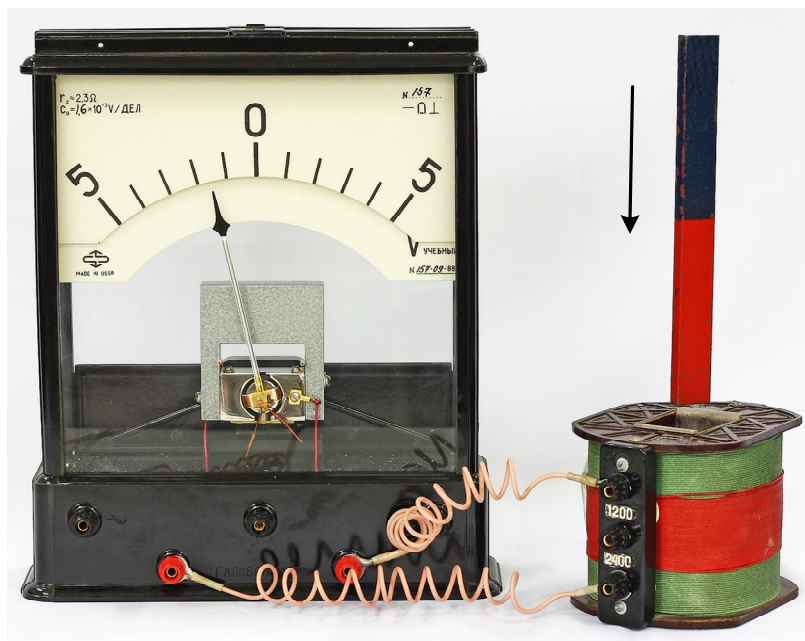

Рис. 16
2. До гальванометра від демонстраційного вольтметра приєднайте котушку на 220 В від універсального трансформатора або дросельну котушку. Рухаючи прямий магніт, одержіть індукційний струм в котушці (рис. 16).